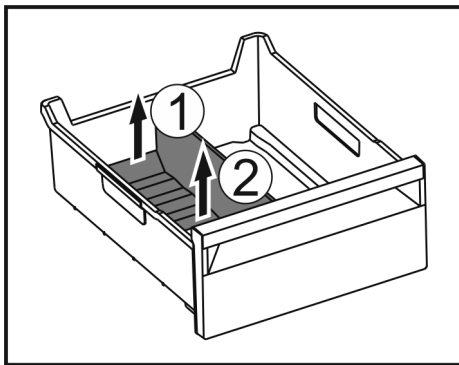

Fig. 218
- Sollevare la parte posteriore del divisore dello scomparto del ghiaccio. Fig. 218 (1)
- Rimuovere il divisore dello scomparto del ghiaccio verso l'alto. Fig. 218 (2)